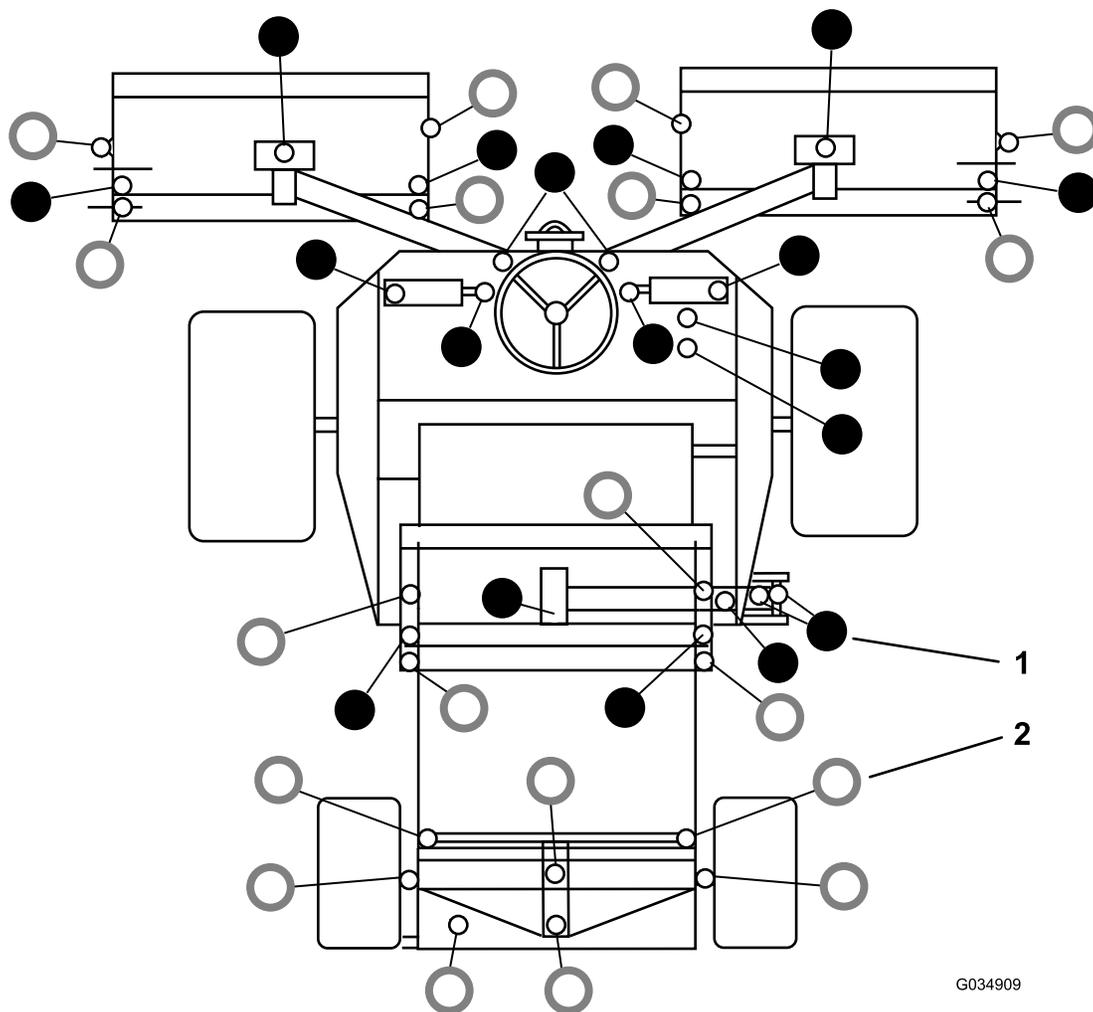

Figura 50
- Consulte a Figura 50 para os locais de lubrificação.